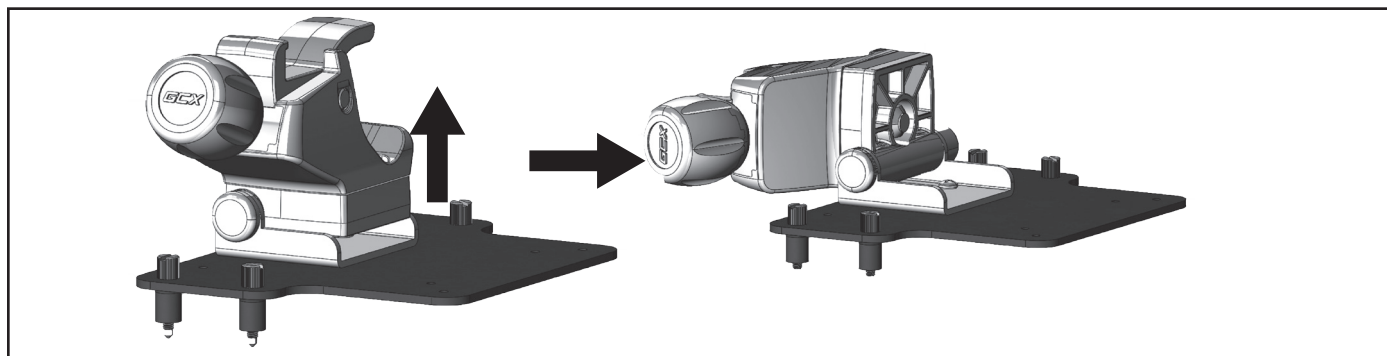

Figure 17. Ouverture du mécanisme de pivotement
2. Ouvrir le mécanisme de pivotement de la pince de fixation pour potence à perfusion à 90°, comme indiqué sur la figure 17.